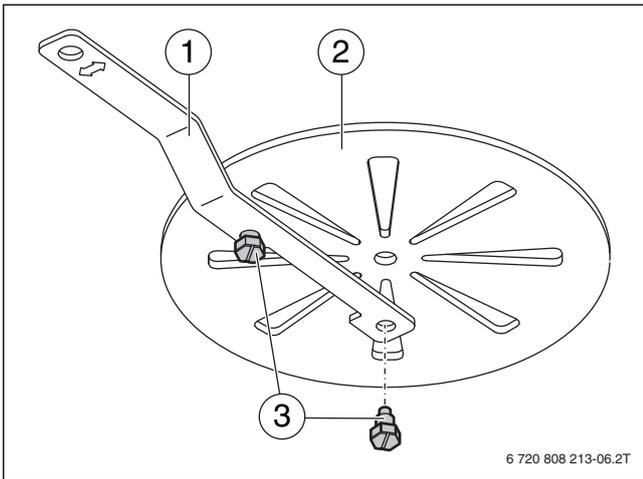

Bild 23 Bedienhebel an den Rundrost schrauben
- ▶ Bedienhebel [1] von unten (Ascheraum) an den eingelegten Rundrost [2] schrauben. Der Bedienhebel muss nach oben zeigen. (Bild 23 zeigt die Befestigung des Bedienhebels am Beispiel des ausgebauten Rundrosts).